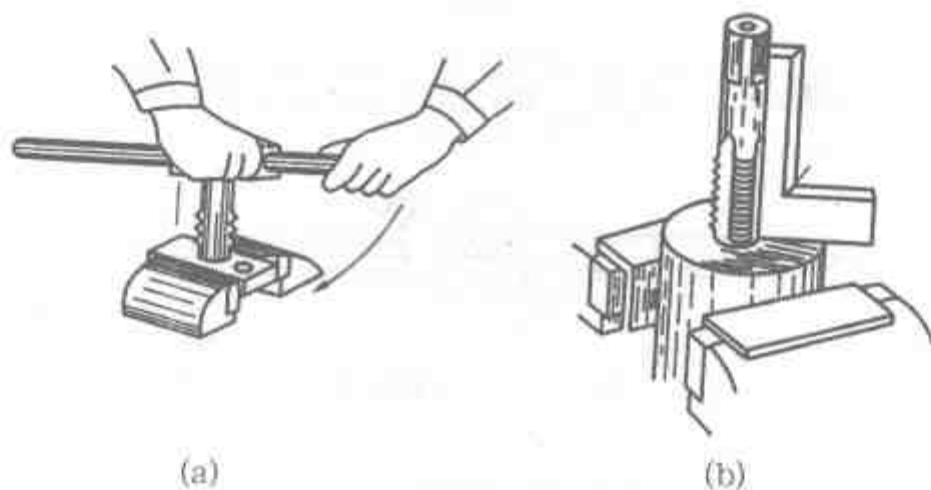

图 2-16 攻螺纹
(2) 攻螺纹前工件夹持位置要正确，应尽可能把底孔中心线置于水平或垂直位置，以便于攻螺纹时掌握丝锥是否垂直工件平面。
(3) 先用头锥起攻，丝锥一定要和工件垂直，一手用掌按住铤杠中部用力加压，另一手配合作顺向旋转，如图 2-16 (a) 所示。也可两手握住铤杠均匀施加压力，并将丝锥顺向旋转。当丝锥攻入 1~2 圈后，从间隔 90° 的两个方向用角尺检查校正丝锥位置至要求，如图 2-16 (b) 所示。